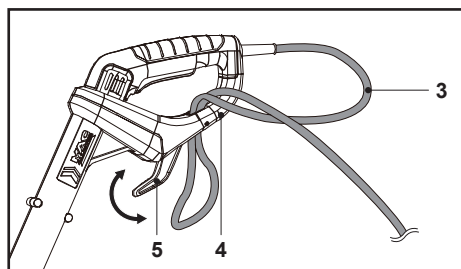

Fig. 2
1. Gire la sujeción del cable (giratoria) (5) y asegúrese de que la punta de esta sujeción (giratoria) (5) esté orientada hacia delante.
2. Doble hacia atrás el cable de alimentación (3) unos 60 cm desde la protección, y pase el lazo que ha creado por el orificio del protector trasero (4). Tire del mismo sobre la sujeción del cable (5) y tire con cuidado del cable de alimentación (3) para asegurarse de que quede bien sujeto (Figs. 2 y 3).